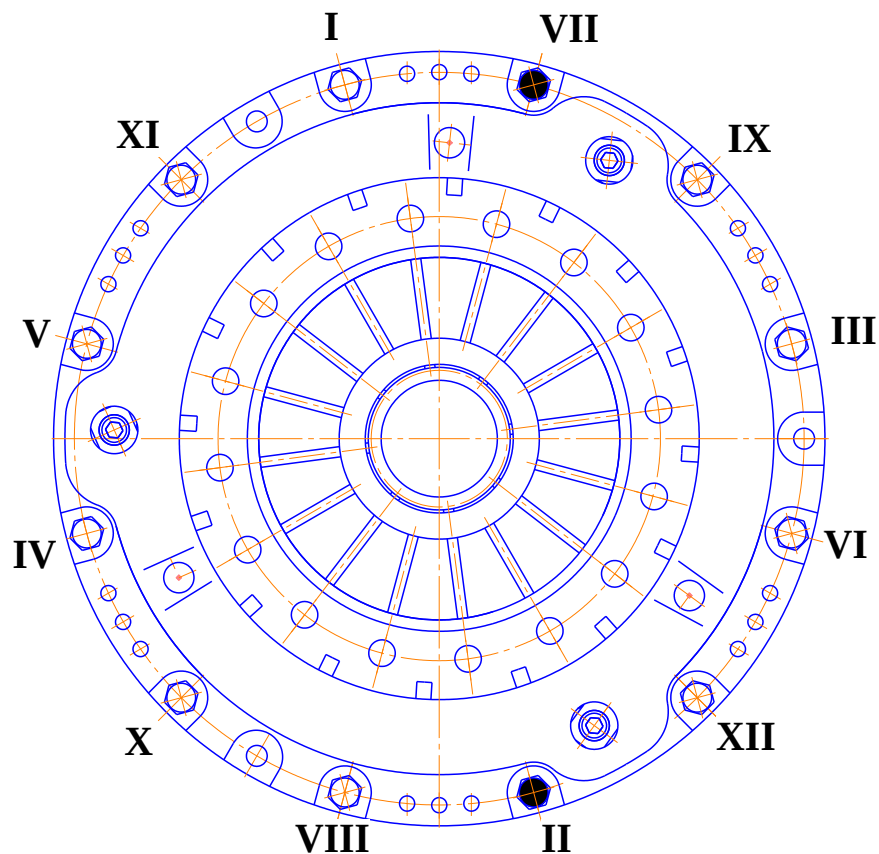
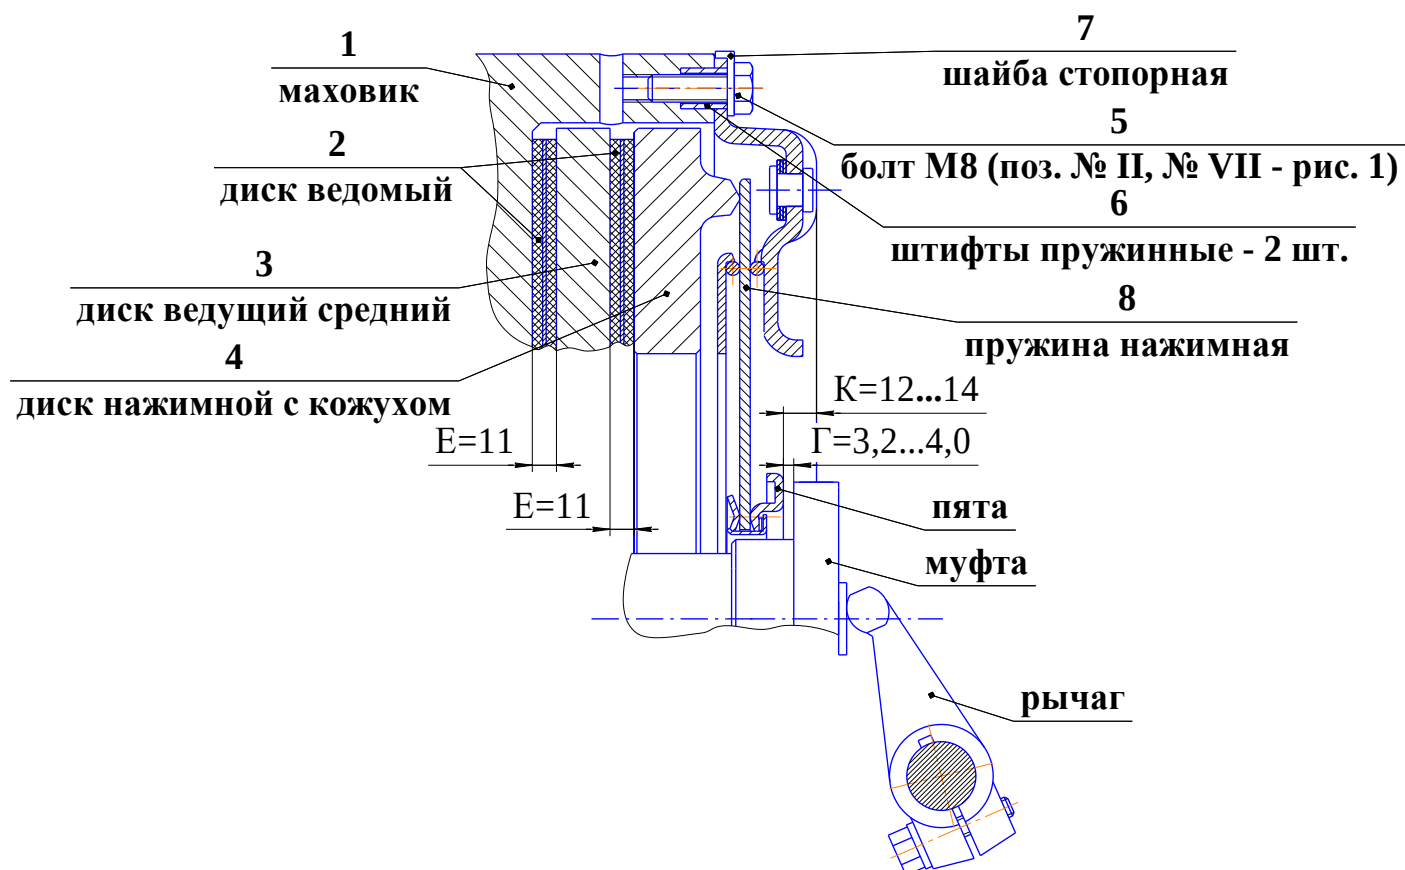

Рис. 1
Рис. 2
3. **Внимание!** При установке диска нажимного на маховик двигателя совместить 2 отверстия $\varnothing 12,5$ мм на кожухе с двумя установочными пружинными штифтами на маховике поз. II и VII (рис.1).
4. Нажимной диск с кожухом в сборе должен закрепиться на маховик без перекосов, что обеспечивается **равномерной** затяжкой болтов крепления M10 – 10 мест (№№ I, III, IV, V, VI, VIII, IX, X, XI, XII) и M8 – 2 места (№ II и № VII) см. рис. 1. Во избежание срыва резьбы болты ввернуть вручную на 3-4 витка "крест на крест".
Болты M8 – 2 места (№ II, № VII) см. рис. 1, установленные через штифты пружинные поз. 6 (рис. 2), шайбу стопорную поз. 7 (рис. 2), затянуть моментом 53,9...61,1 Н·м.
5. Пружина диафрагменная поз. 8 (рис. 2) после окончательной затяжки винтов принимает плоское положение.